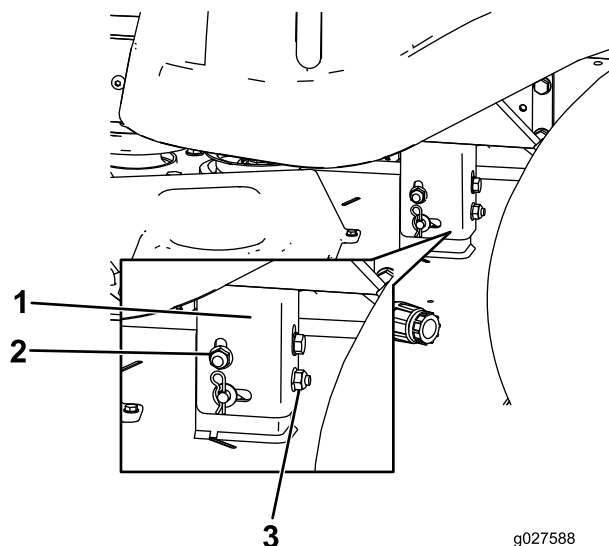

Figura 52
8. Eleve o baje el lado izquierdo de la carcasa de corte girando la tuerca trasera (Figura 52).
Nota: Gire la tuerca trasera en sentido horario para elevar la carcasa de corte; gire la tuerca trasera en sentido antihorario para bajar la carcasa de corte. (Figura 52).